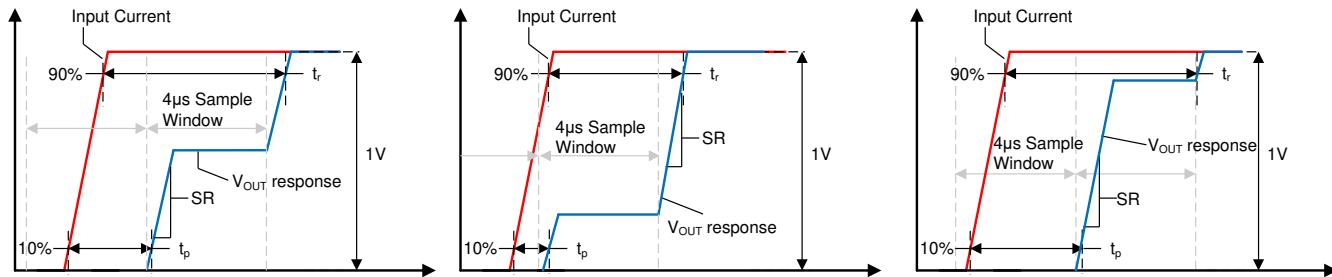

図 8-3. 小電流入力ステップの過渡応答
スルーレート (SR) は、図 8-3 に示すように、単一積分ステップの出力遷移における V_{OUT} の変化率として定義されます。デバイスは多くの場合、最終値の 90% への完全なセトリングに達するために 2 つのサンプリング時間を必要とするため、このスルーレートは全出力スイングの 10% から 90% までの遷移時間とは一致しません。
伝搬遅延は、入力電流波形が最終値の 10% に達してから、 V_{OUT} が最終値の 10% に達するまでの時間です。この伝搬遅延時間は、入力電流ステップの整列と、TMCS1107-Q1 のサンプリング期間に大きく依存します。いくつかの異なるサンプリング期間の例を、図 8-3 に示します。
応答時間は、出力で 1V の遷移を引き起こすのに十分な入力電流ステップについて、入力電流が最終値の 90% に達してから、出力が最終値の 90% に達するまでの時間です。3 つの異なる時間における TMCS1107-Q1 の応答時間を、図 8-3 に示します。1 つのサンプリング・ウインドウの開始時にステップ入力が直接発生しない限り、応答時間には 2 つのサンプリング間隔が含まれます。